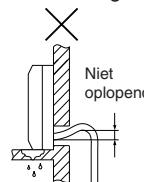

Fig. 2
- Laat de afvoerpijpen niet lopen zoals getoond in Fig. 2 t/m 5.